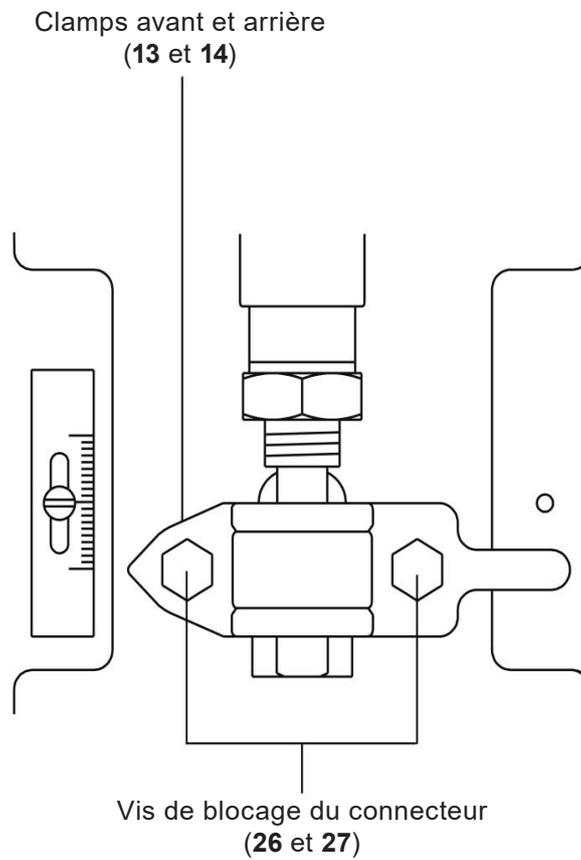

Fig. 5
- En utilisant deux clés, tout en maintenant la tige de l'actionneur (6), dévisser l'écrou de blocage (25) de l'adaptateur.
- Avec le clapet de vanne qui reste sur son siège, régler le connecteur (10) jusqu'à toucher l'adaptateur (11). Serrer l'écrou de blocage (25). Voir Fig. 5 pour une bonne installation.
- Relâchez avec précaution le signal d'air de contrôle. Monter les colliers avant et arrière (13 et 14) comme illustré à la Figure 5.
- Monter les clamps avant et arrière (**13** et **14**) comme indiqué Fig. 5.